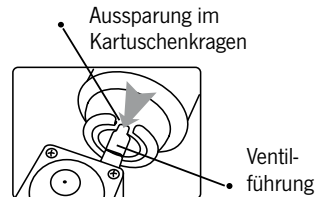

Abb. 2
1. Vergewissern Sie sich, dass der Bedienknopf (8) durch Drehen im Uhrzeigersinn auf die Position "•" und der Kartuschenhebel (6) auf UNLOCK gestellt ist.
2. Öffnen Sie den Kartuschendeckel (2) und setzen Sie die Gaskartusche mit dem Kopf nach vorne ein, so dass die Kerbe nach oben zeigt und in der Ventildüfung ausgerichtet ist (Abb.2).